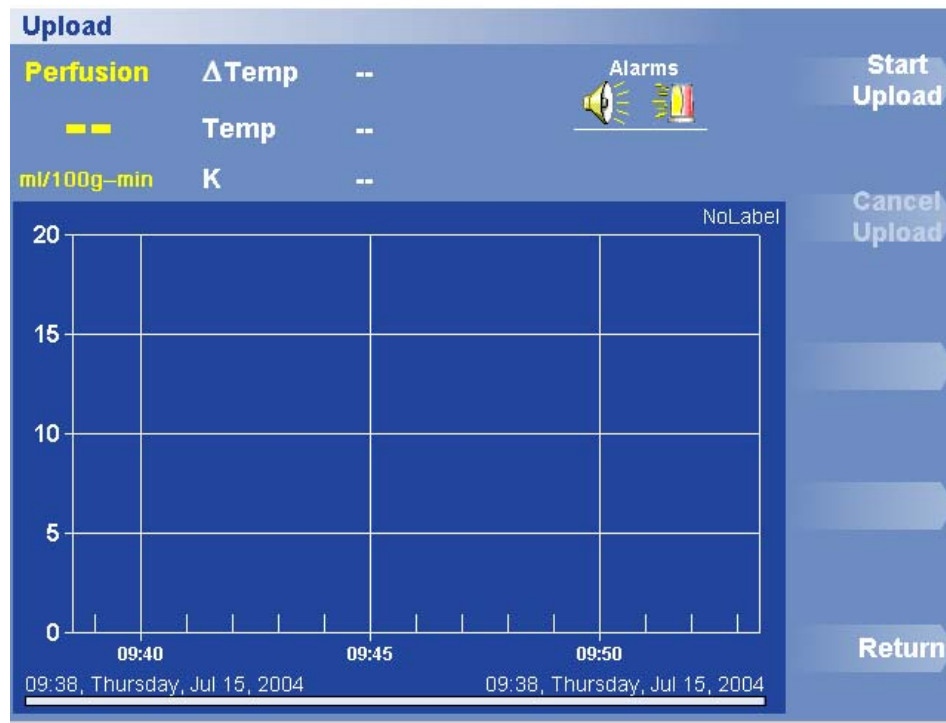

Figura 18. Iniciar Carregamento de Dados Armazenados
4. Prima Dados Armazenados > Carregar Dados. Aparece o menu Iniciar Carregamento de Dados Armazenados (Figura 18).